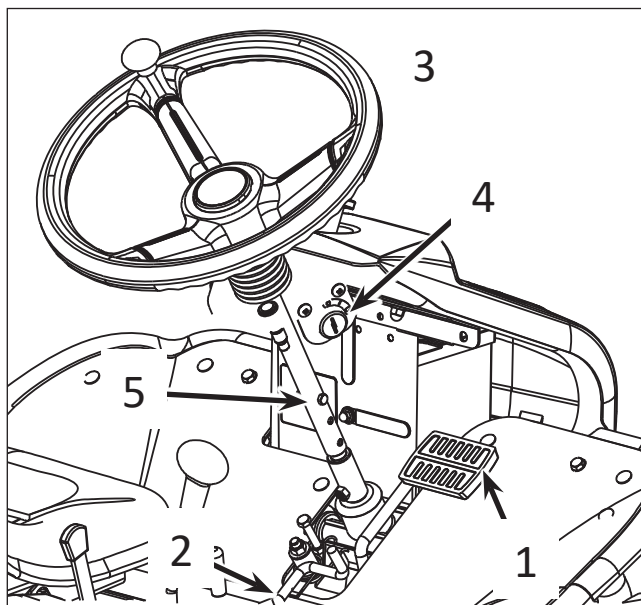

Abb. 4
Das Bremspedal (Abb.4 Pos. 1) wird in Gefahrensituationen oder als Parkbremse verwendet. Wenn das Bremspedal getreten wird, springt der Geschwindigkeitsregelhebel in seine Ausgangsposition zurück. Um die Bremse zu arretieren, drücken Sie das Bremspedal und schieben den Arretierhebel (Abb.4 Pos. 2) nach rechts. Um die Bremse zu lösen, drücken Sie das Bremspedal. Der Arretierhebel springt in seine Ausgangsposition zurück
Betätigen Sie im Notfall das Bremspedal (Abb.4 Pos. 1), um die Maschine anzuhalten, und stellen Sie dann den Geschwindigkeitshebel zurück in die Position N.
**Überprüfen Sie die Bremse vor jeder Benutzung. Wenn die Bremse nicht richtig eingestellt ist, kann dies zu schweren Unfällen wie Zusammenstößen oder Stürzen führen. Betätigen Sie das Bremspedal, und die Bremse hält die Maschine an. Wenn das Bremspedal betätigt wird, können Sie den Feststellhebel (Abb.4 Pos. 2) verwenden, um die Feststellbremse zu arretieren. Wenn das Bremspedal weiter gedrückt wird, wird die Feststellbremse entriegelt.**
Das Zündschloss (Abb.4 Pos. 4) wird verwendet, um die Maschine zu starten und zu stoppen. Wenn der Zündschlüssel in Position „Stop“ ist, läuft der Motor nicht und der Schlüssel kann abgezogen werden. In Position „Betrieb“ läuft der Motor und der Schlüssel kann nicht entfernt werden. In Position „Start“ dreht der Startermotor den Motor. Wenn der Motor angesprungen ist, bringen Sie den Schlüssel wieder in die Position „Betrieb“.
## LENKRAD (ABB. 4 POS. 3)
Die Höhe des Lenkrades kann mit einer Schraube eingestellt werden. Lösen Sie hierzu die Schraube (Abb.4 Pos. 5) und stellen Sie die Höhe passend ein. Montieren Sie die Schraube wieder. Das richtige Drehmoment entnehmen Sie dem Kapitel „Drehmomente“ in dieser Anleitung.